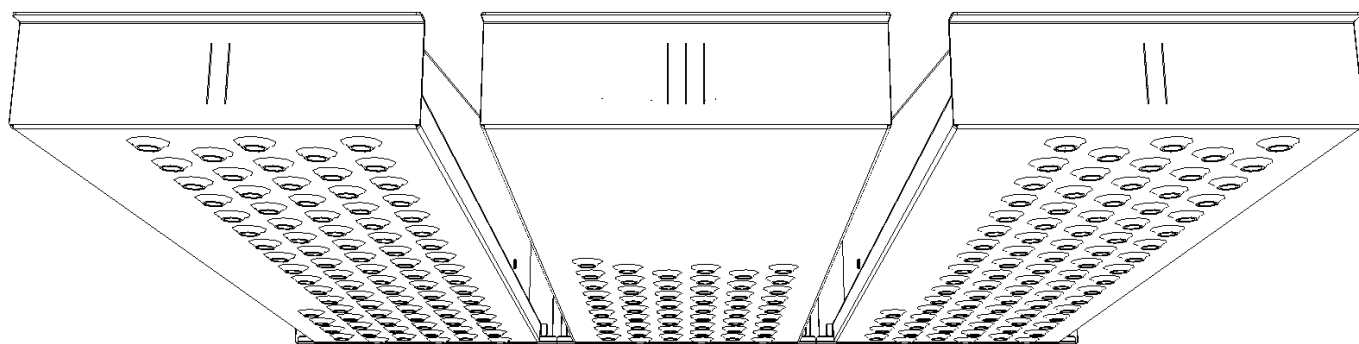
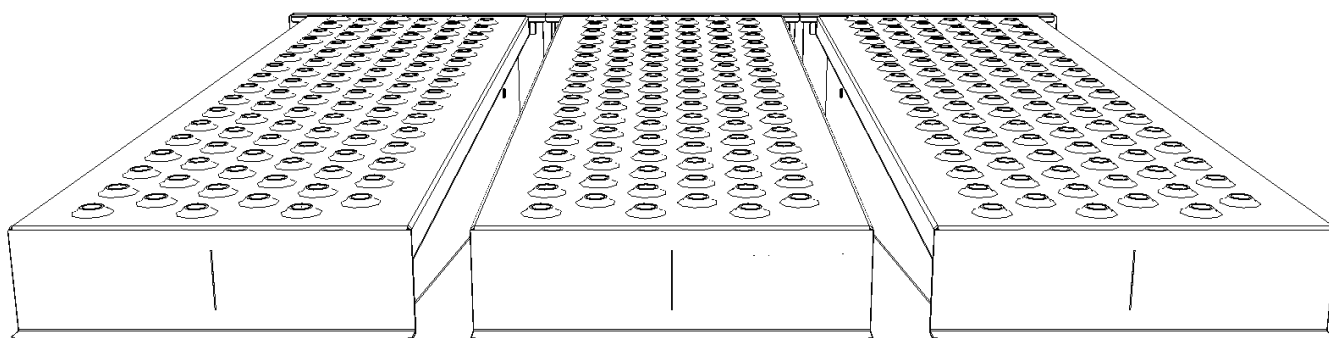

Рис. 14 – Верхний ряд воздухопроводов
Рис. 15 – Нижний ряд воздухопроводов
7. Установить все снятые элементы в обратной последовательности. Заводская схема установки воздухопроводов указана на Рис. 14, Рис. 15, а также на табличке, установленной в изделии.